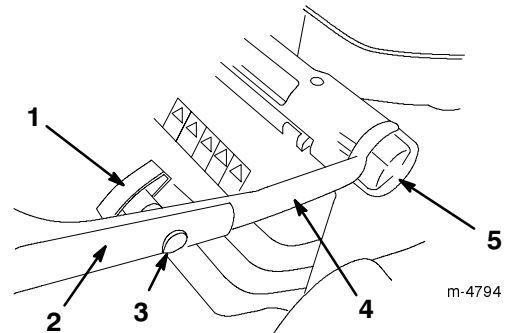

Figura 2
1. Allentate i pomelli di regolazione dell'altezza della stegola e girate la stegola inferiore verso il retro del tosaerba, finché non si inserisce in una delle posizioni di regolazione dell'altezza della stegola, come illustrato nella Figura 2. La regolazione dell'altezza della stegola è riportata in *Regolazione dell'altezza della stegola*, pagina 9.
3. Montate la stegola superiore sulla stegola inferiore, utilizzando i bulloni a testa ovale e i pomelli della stegola, come illustrato nella Figura 2. **Serrate a fondo i pomelli della stegola.**